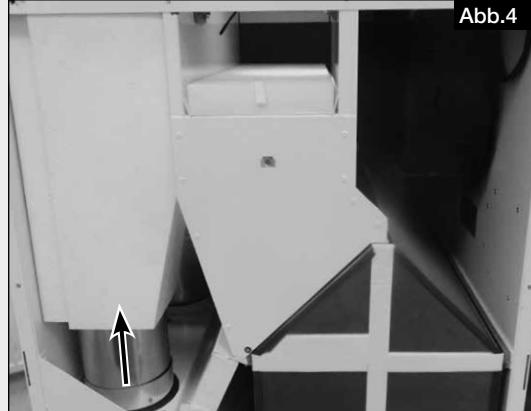

Abb.4
1. Verbindungsrohr Richtung Geräteoberseite schieben (s. Abb. 4).